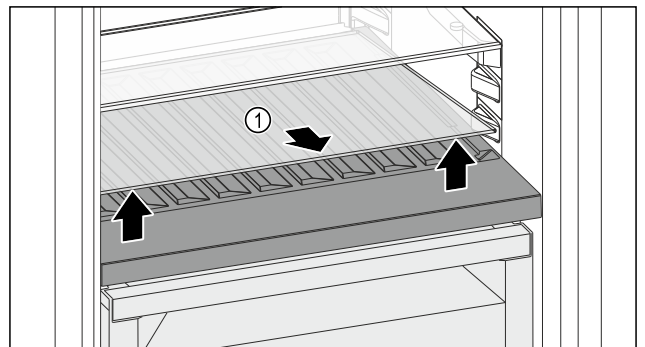

Fig. 108
- ▶ Emelje meg elől, a mélyedésnél az üveglapot Fig. 108 (1), és vegye ki.
- ▶ Biztonságosan tárolja az üveglapot Fig. 108 (1) a készüléken kívül.